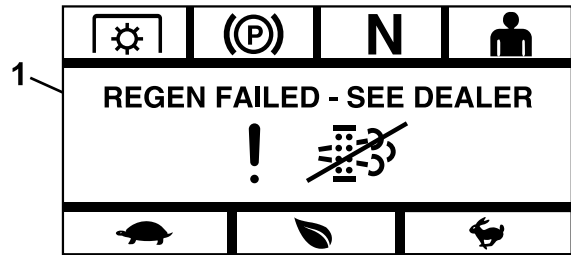

Figura 19
- **Fallida** — si la UCE del motor determina que no es posible realizar una regeneración de recuperación, el módulo muestra la pantalla Regeneración fallida — Consultar al concesionario (Figura 19). Lleve la máquina a un Servicio Técnico Autorizado.